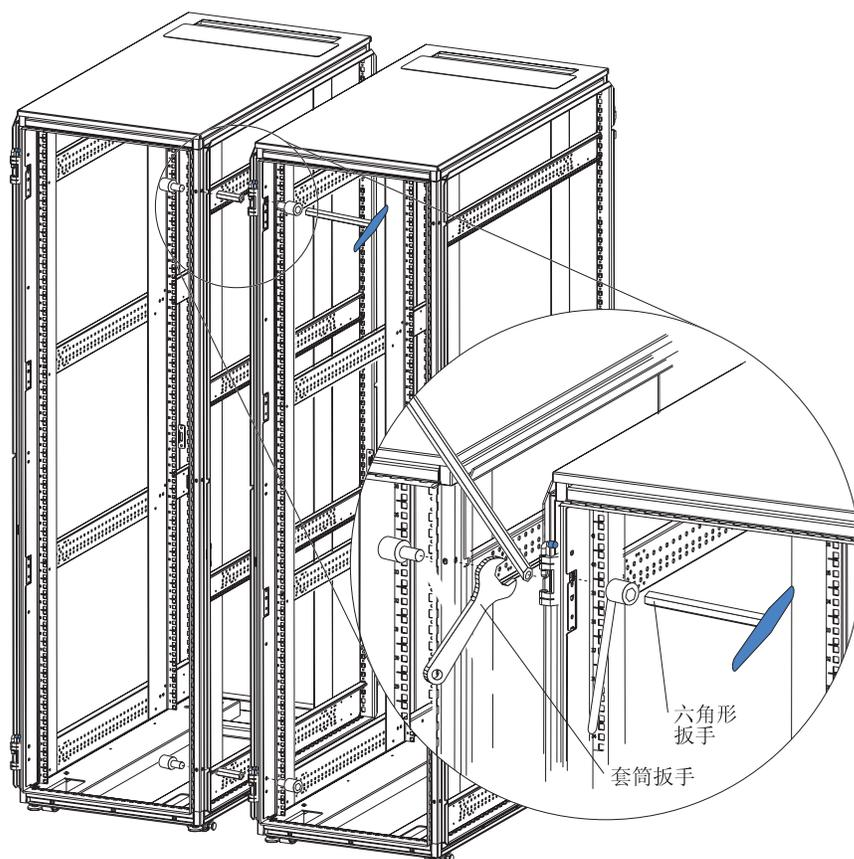

图 15. 将 S2 42U 标准和扩展机架相互连接以组成套件
2. 如图 15 所示，把扩展机架随附的连接锁钉插入标准和扩展机架前部的顶端插槽。该插槽位于顶部铰链后。